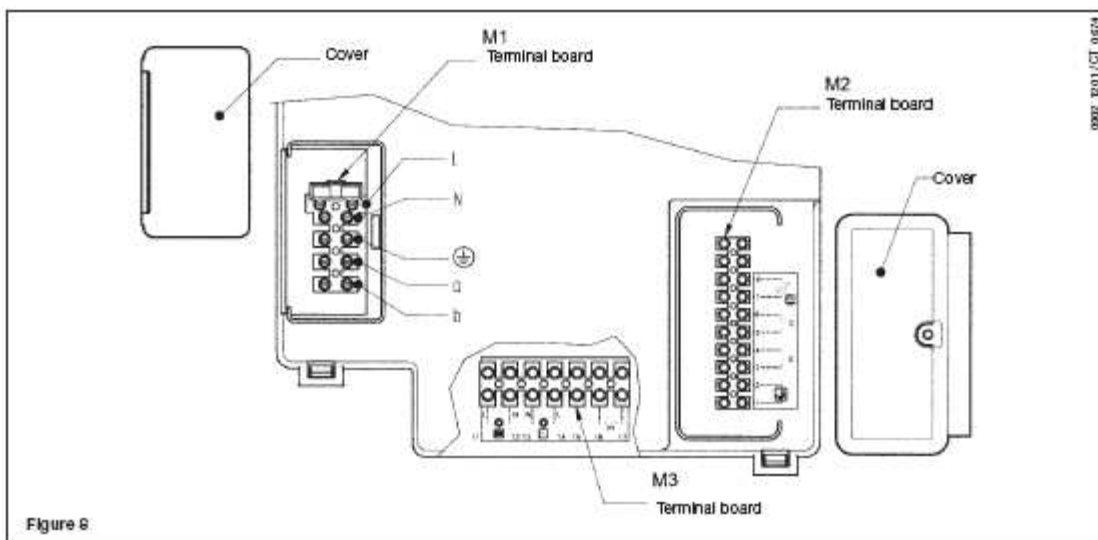

Figure 8
- Главный контактный блок включает быстродействующий предохранитель 3.15 А (рисунок 8). Снять черный держатель предохранителя и проверить и/или заменить предохранитель.
Поверните блок управления вниз, чтобы обеспечить доступ к контактным блокам M1 и M2, используемым для электрических подключений, сняв две защитные крышки (см. рисунок 8).